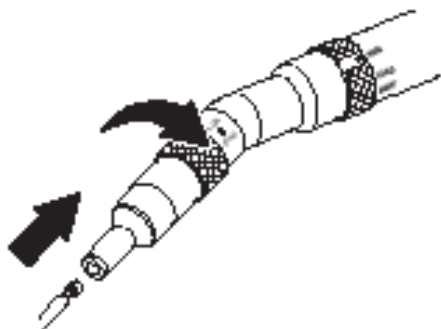

Figura 6 - Instalando a broca
6. Inserir a broca dentro do mandril até que chegue ao fundo (figura 6). A linha de segurança sobre a haste da broca deverá desaparecer dentro da peça de mão.